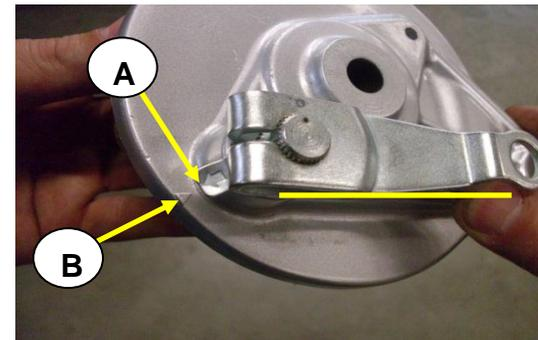
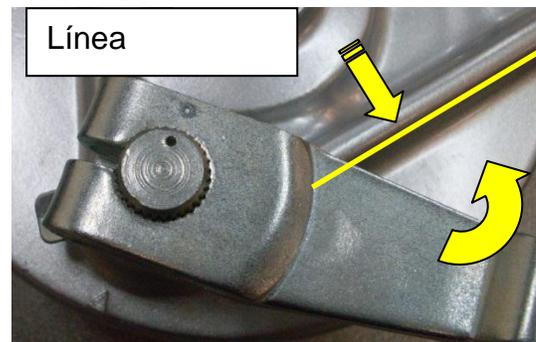

Fig. 4.34
Fig. 4.35
- Garantice que la lamina indicadora de desgaste quede en la posición adecuada, dicha posición se alcanza cuando la lamina indicadora [A] queda alineada con la marca en el portabandas [B], **Fig. 4.34** mientras obligamos a la leva a estar alineada con la línea geométrica propia de la forma del portabandas, de esta manera se chequea que el sistema está bien ensamblado. **Fig. 4.35**